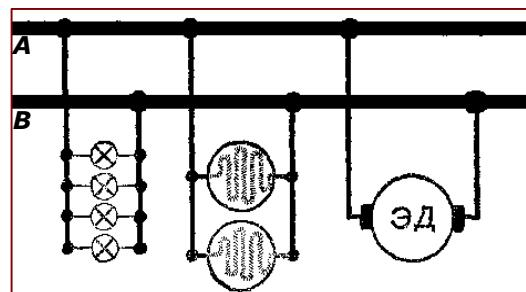

Рис. 106. Параллельное включение в сеть различных потребителей электроэнергии.
60. В одну и ту же электрическую цепь параллельно могут быть включены самые различные потребители электрической энергии. На рис. 106 показано параллельное включение электрических ламп, нагревательных приборов и электродвигателя.